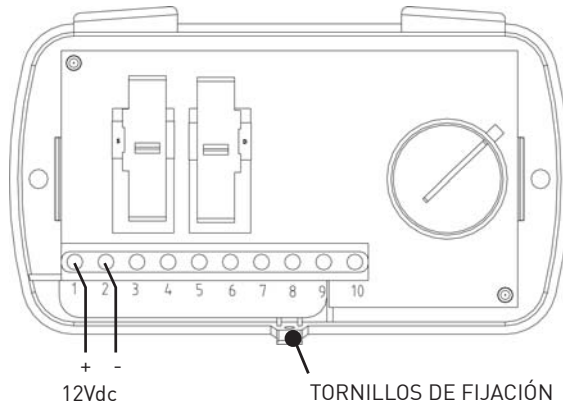

Imagen 12
1. Aflojando los tornillos de fijación, retire la cubierta de la unidad de control. Conecte la salida de la alimentación eléctrica (SALIDA CC) a la unidad de control respetando la polaridad (Imagen 12).